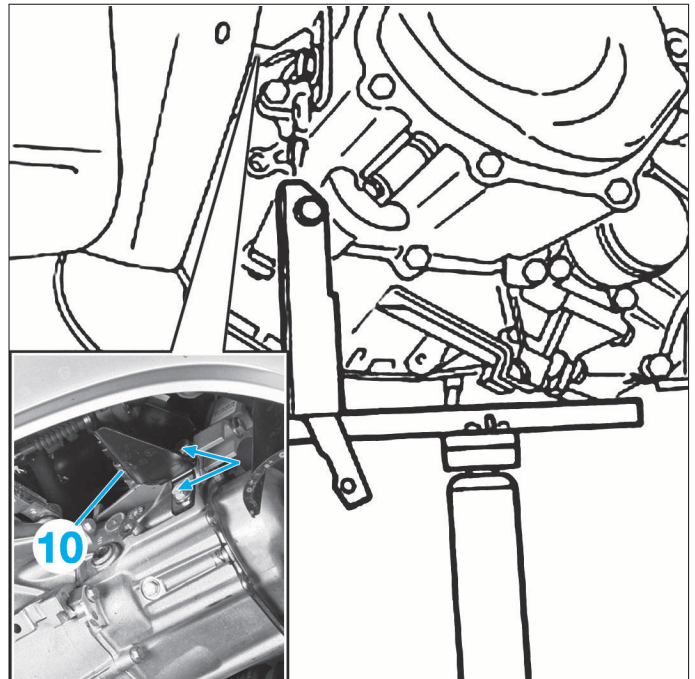

FIG. 8
- A l'aide d'un vérin hydraulique, soutenir la boîte de vitesses (Fig.8).
- Déposer le support de câble d'embrayage (10).
- Déposer le support de câble d'embrayage (10) (Fig.8).